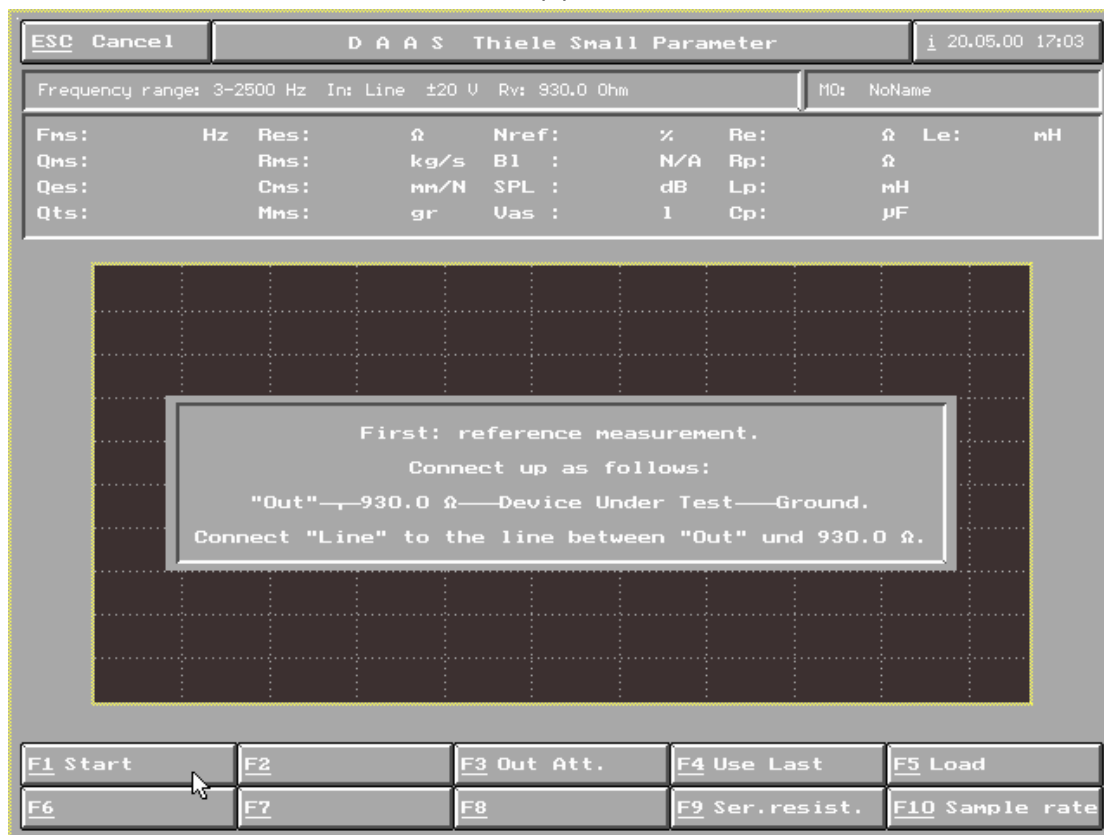

图 24
- 2) 在图 24 所示的界面中选择 F1 Start 开始基准测试